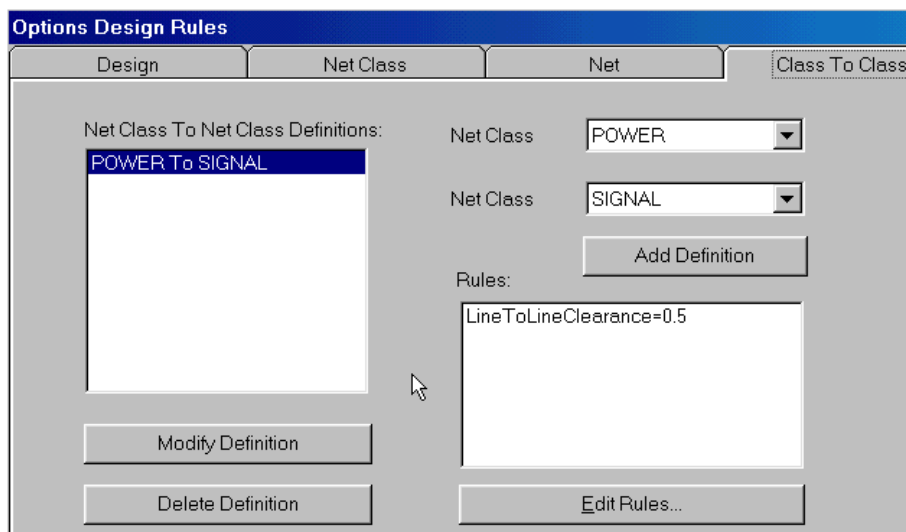

Рис. 6-37 Задание соотношений между классами
- 2) В окнах *Net Class* выберите из списка имена классов, как показано на рис. 6-37 и нажмите кнопку **Add Definition** (добавить определение).